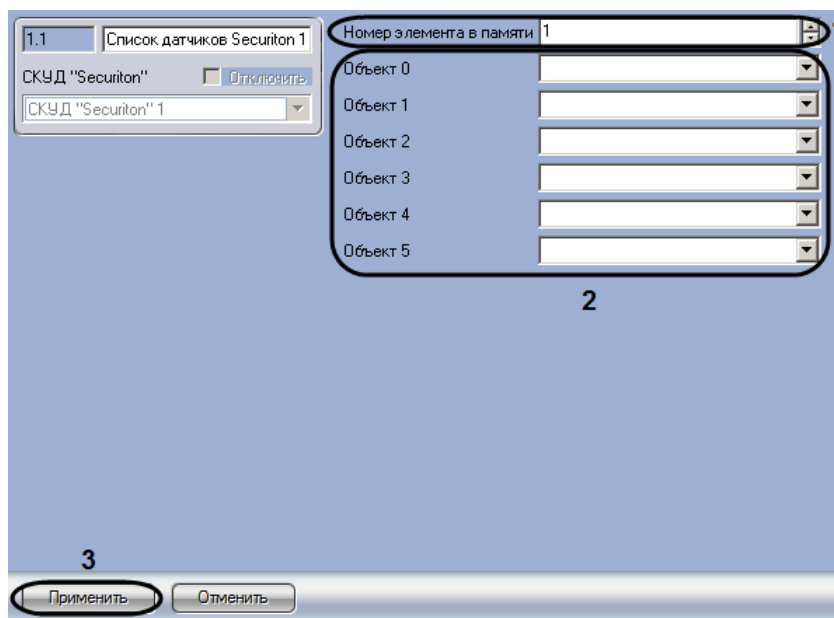

Рис. 3.4—16 Настройка списка датчиков
2. В поле **Номер элемента в памяти** ввести с помощью кнопок **вверх-вниз** уникальный среди объектов данного типа номер списка датчиков (см. Рис. 3.4—16, 1).
3. Из раскрывающихся списков **Объект 0 – Объект 5** выбрать объекты, соответствующие датчикам или спискам датчиков, которые должны быть включены в список (см. Рис. 3.4—16, 2).